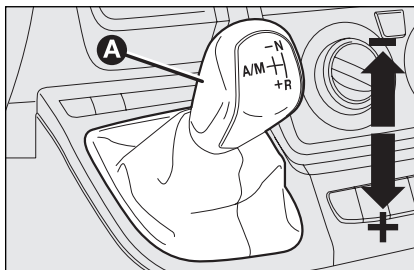
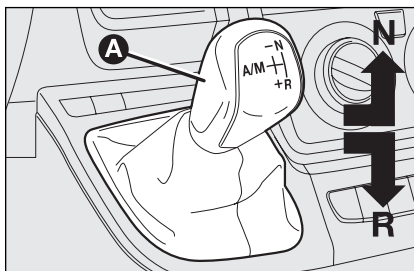
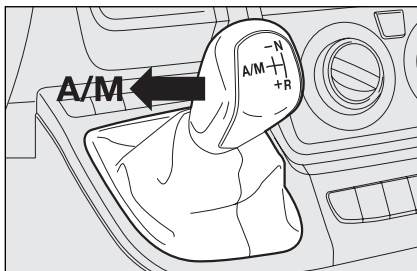
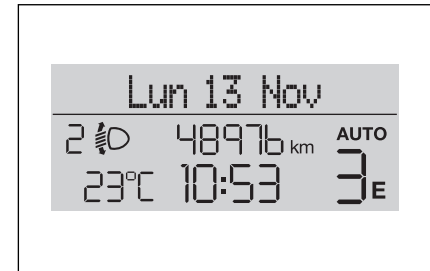

fig. 1
fig. 2
fig. 3
fig. 5
De transmissie bestaat uit een normale mechanische versnellingsbak met versnellingspook **A-fig. 1**, waaraan een elektronisch geregeld elektrohydraulisch systeem is toegevoegd. Dit systeem bedient automatisch de koppeling en regelt het overschakelen.
- Druk de versnellingspook naar + (hogere versnelling) **fig. 1** om de eerste versnelling in te schakelen (vanuit stand **N** of **R** kunt u de pook in de middelste stand plaatsen) of in **R fig. 2** om de achteruit in te schakelen.
- Druk tijdens het rijden, de versnellingspook naar (+) **fig. 1** om op te schakelen of naar (-) **fig. 1** om terug te schakelen.
- Druk de versnellingspook naar **A/M** **fig. 3** voor het inschakelen van de automatische werking; druk de versnellingspook naar **+** (hogere versnelling) **fig. 1** om de eerste versnelling in te schakelen (vanuit stand **N** of **R** kunt u de pook in de middelste stand plaatsen) of in **R** **fig. 2** om de achteruit in te schakelen.
De “multistabiele” versnellingspook **A-fig. 1** op de tunnelconsole heeft drie vergrendelde en drie onvergrendelde standen.
De drie vergrendelde standen zijn de standen die overeenkomen met de vrijstand **N-fig. 2**, de achteruit **R-fig. 2** en de middelste stand tussen de onvergrendelde standen (**-**) en (**+**) **fig. 1**.
Bij de onvergrendelde standen keert de pook direct na het loslaten terug in de middenstand. Dit zijn de standen voor het opschakelen (**+**), het terugschakelen (**-**) en de automatische werking (**A/M**) **fig. 3**.
druk de pook in stand (+) **fig. 1** om op te schakelen;
druk de pook in stand (-) **fig. 1** om terug te schakelen;
Voor het in-/uitschakelen van de automatische werking (**AUTO**) moet de pook in stand **A/M fig. 3** worden gezet; de inschakeling wordt bevestigd door de weergave van het opschrift **AUTO fig. 5** en de ingeschakelde versnelling op het display.
- als de pook in stand (N) of (R) stond, moet deze in de middelste stand gezet worden;
- als de pook al in de middelste stand stond, moet deze naar stand + (hogere versnelling) fig. 1 worden gedrukt;
- als de pook in stand (N) of (R) fig. 2 stond, moet deze in de middelste stand worden gezet en vervolgens naar stand + (hogere versnelling) fig. 1 worden gedrukt;
- als de pook al in de middelste stand stond, moet deze 2 maal naar stand + (hogere versnelling) fig. 1 worden gedrukt;
- zet de pook in stand (R) fig. 2;